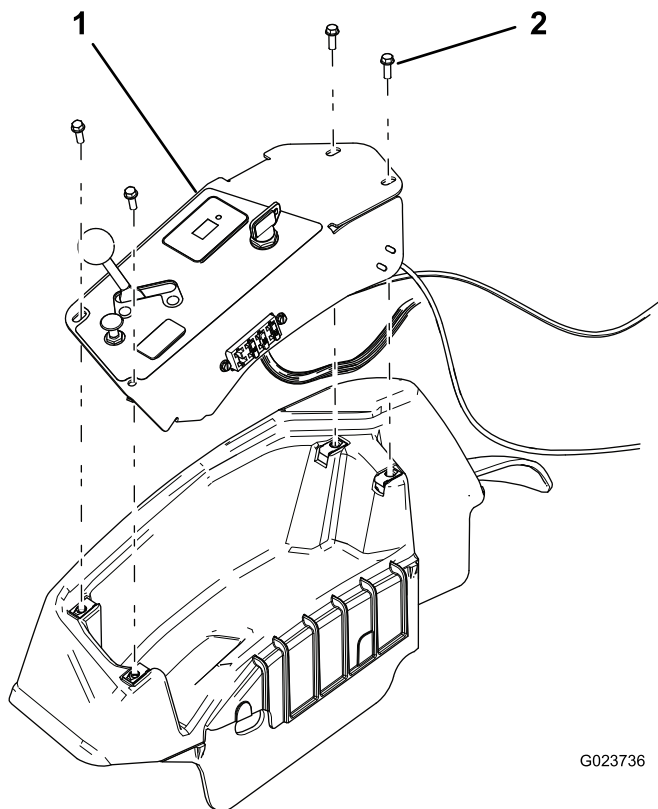

Figura 33
1. Remova o painel de controlo (Figura 33).